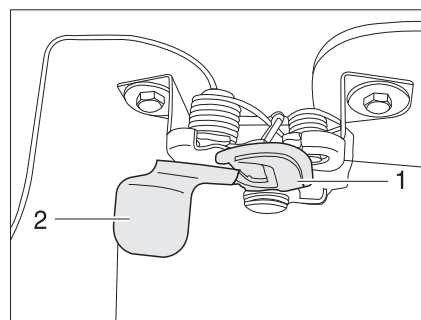

Fig. 26 Palanca de desbloqueo del capó del motor, en el exterior
- Meter una mano debajo del capó del motor y activar el gancho de retención (Fig. 26,1). Para esto meter la mano detrás de la placa (Fig. 26,2) y tirar la placa hacia delante.